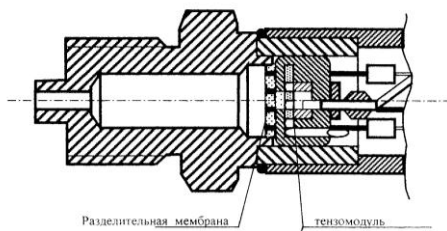

Рисунок 1 -Устройство измерительного модуля
4.3 Первичным измерительным преобразователем является пьезорезистивный кремниевый тензомодуль (пластина монокристаллического кремния с диффундированными тензорезисторами, соединёнными по мостовой схеме), отделённый от среды измерения разделительной мембраной и заполненный специальной жидкостью. Конструкция тензомодуля гарантирует устойчивость измерительного преобразователя от ударных воздействий измеряемым давлением и от перегрузки по давлению (см. рисунок 1).